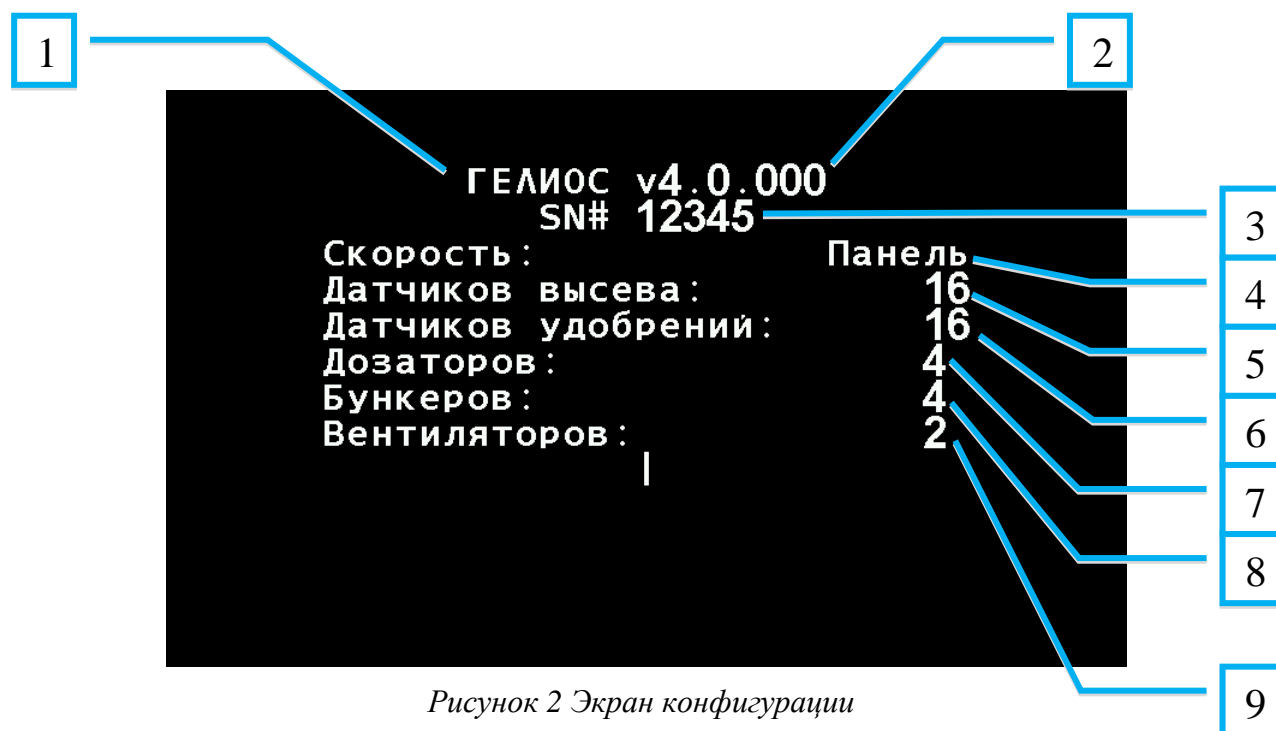

Рисунок 2 Экран конфигурации
- Экран конфигурации, см. "Рисунок 2".
(см. "Рисунок 2"), который отображает количество и тип датчиков, входящих в состав системы.